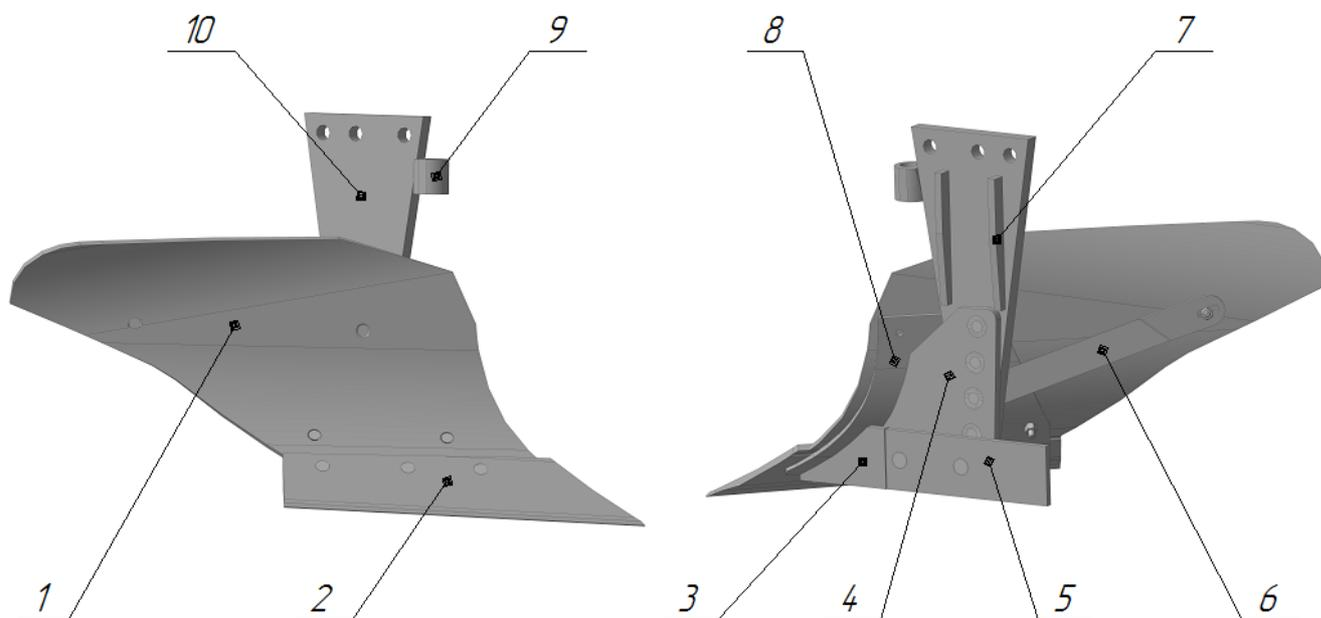

Рисунок 2 – Корпус
Корпус (Рис. 2) состоит из цельносварной стойки (10) с бобышкой (9) и ребрами (7), цельносварного башмака, состоящего из стойки (4) с упором (3) и постели (8). К стойке (4) при помощи лемешных болтов с пружинными шайбами и гайками крепятся стойка (10) и полевая доска (5). К постели при помощи лемешных болтов с гайками и пружинными шайбами крепятся лемех (2) и отвал (1). Распорка (6) крепится между стойкой (10) и отвалом, придавая жесткость конструкции. Ребра (7) служат усилениями стойки (10), а также являются ориентиром при монтаже корпуса на раму. Бобышка (9) служит элементом крепления стойки корпуса к раме плуга, при помощи данного соединения добиваются правильного положения корпуса относительно плоскости рамы (угол атаки).